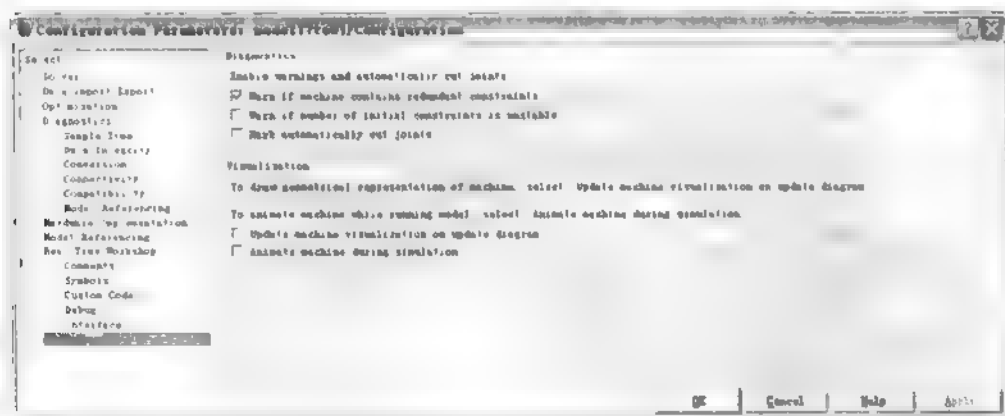

图 17.25 选择 SimMechanics 选项
(1) 在 Simulink 菜单中, 选择 Simulation | Configuration Parameters 命令, 打开 Configuration 参数对话框, 选择其中的 SimMechanics 选项, 如图 17.25 所示。
(2) 为了能够观察到单摆初始静止状态, 选中图 17.25 中的 Update machine visualization on update diagram 复选框。
(3) 为了能够在仿真过程中动画显示, 选中图 17.25 中的 Animate machine during